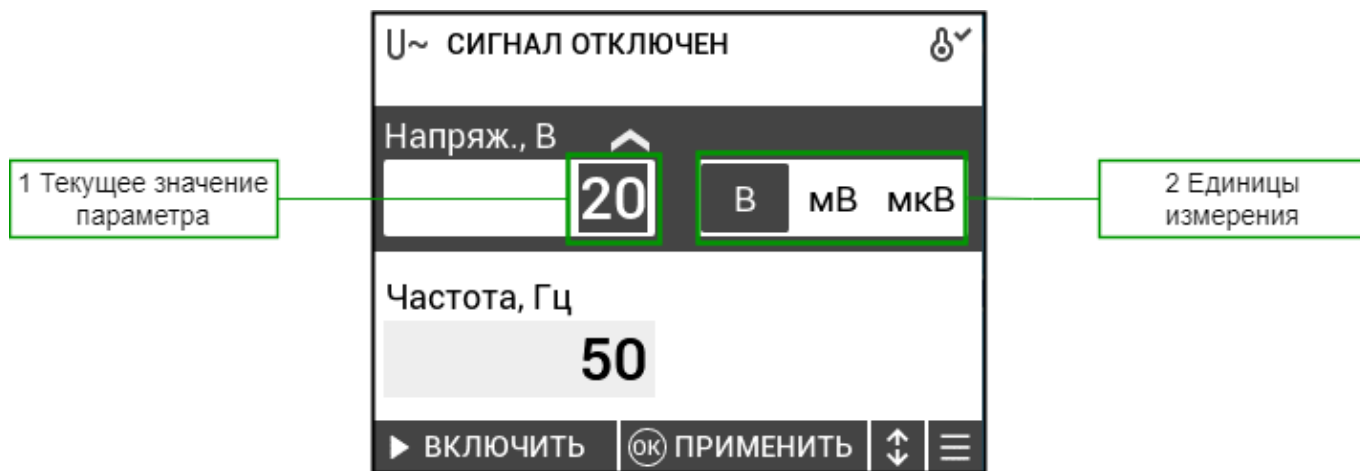

Рисунок 8 - Экран ввода значения параметра с клавиатуры
2.8.2.4 После выбора регулируемого параметра, необходимо нажать клавишу «ОК». Экран источника перейдет в режим редактирования параметров сигнала (рисунок 8).
2.8.2.9 Приставки при редактировании уровня отображаются справа от значения вместе с единицами измерений (рисунок 8). Текущая приставка выделена черным прямоугольником.